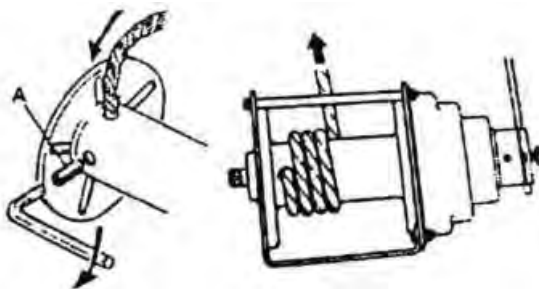

Рисунок 3
**Монтаж троса для лебедки 1 т** (см. рисунок 3) - Ослабьте фиксирующий болт или установочный винт и вставьте конец троса в барабан на 72 мм до конца троса. Плотно затяните фиксирующий болт.
• Для того, чтобы перетаскивать грузы на короткие расстояния, необходимо выполнить следующие требования (см. таблица 3, рисунок 3)